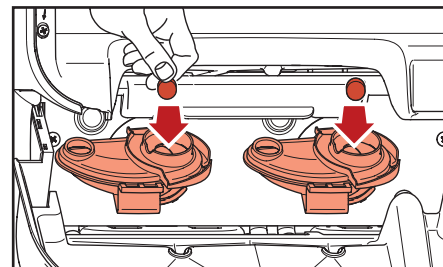

Fig. 5.4 - Indsæt Rinza rengøringsstabletter
4. Indsæt en Rinza rengøringsstablet i hver af blandeskåle (fig. 5.4).
- i. Indsæt en Rinza rengøringstablet i hver af blandeskålene (fig. 5.4).